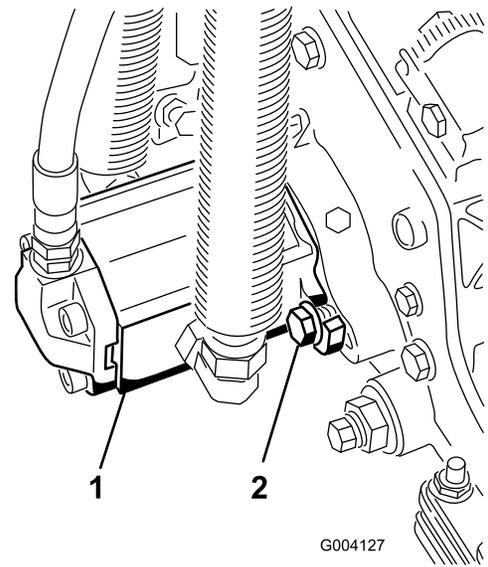

图 32
3. 以顺时针旋转的方式安装马达让马达法兰与螺栓保持一定空隙 (图 32)。